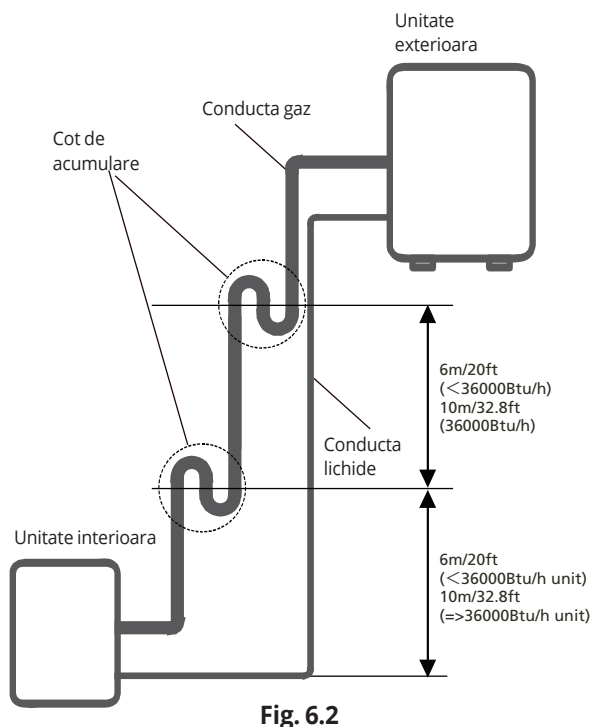

Fig. 6.2
Instalati conducta respectand instructiunile din fig. 6.2
- Se recomanda ca aspiratoarele sa nu fie montate invers. Nivelul optim de retur al uleiului trebuie mentinut cu ajutorul vitezei de aspirare a gazului. Daca vitezele scad sub 7.62m/s (1500 picioare/m), returul va scadea. Instalati coturile la fiecare 6m(20ft) sau 10m(32.8ft). (Vezi Fig 6.2)